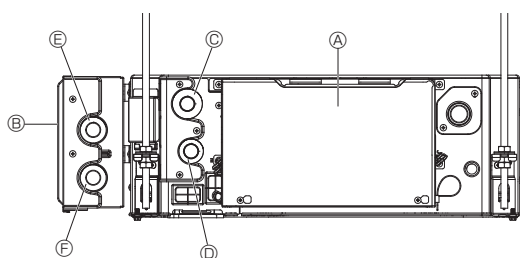

Fig. 4-10
1. Raccordez le tuyau de sortie Ⓓ de l'appareil intérieur au tuyau d'entrée Ⓔ du KIT DE VANNE à l'aide d'un tuyau $\varnothing 22$ (non fourni). (Fig. 4-10)